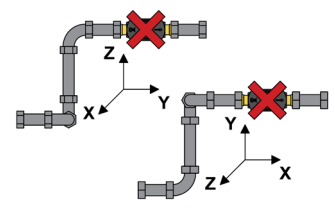

Fig.4
4. No colocar el caudalímetro inmediatamente en sucesión de una doble curva orientada en dos planos diferentes (Fig.4).